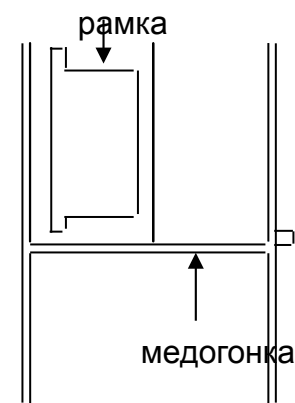

Рис. 7
3. В обоих типах рамки располагаем верхним бруском в сторону барабана как на рис.7